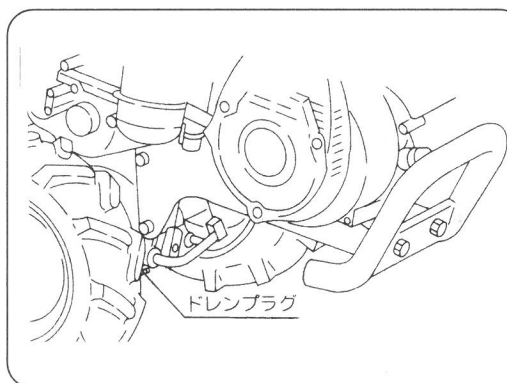
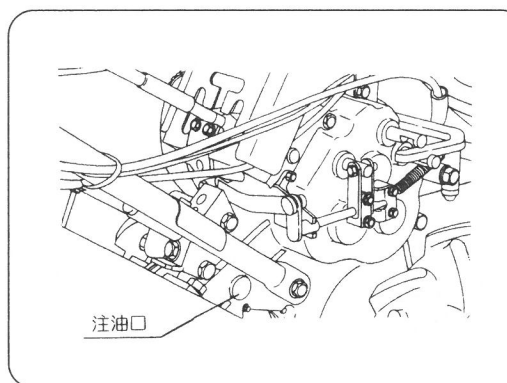

図42
図43
- ①排油口のドレンプラグを外して、汚れたオイルを流し出してください。（図42）
- ②トランスミッションの注油口を外してください。（図43）
- ③汚れたオイルが完全に無くなったらドレンプラグを確実に締付けてください。（図42）
- ④機体を水平にしてください。
- ⑤注油口からミッションオイル、ギヤオイル90番をゆっくりと流し込んでください。（図43）
- ⑥注油栓を確実に挿入してください。（図43）